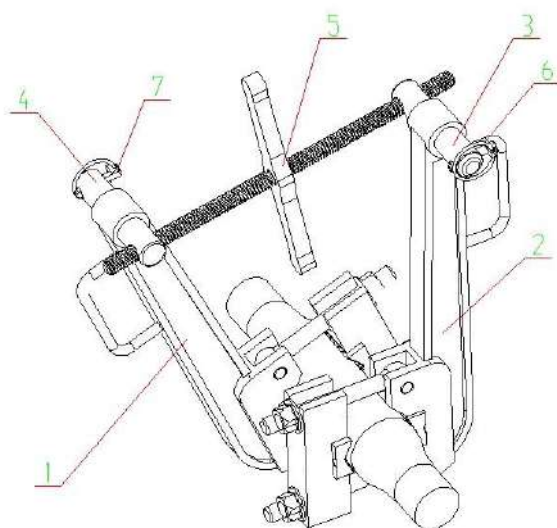

图 11 专用钳(选配件)
- 打开专用钳（1），在管道周围放置组合钳（如图 11 所示）。